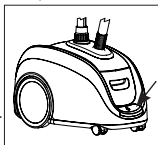

Figura 11
5. Presione el interruptor de encendido y apagado (ON/OFF) de prensa a pedal y déjelo en la posición de encendido (ON). El interruptor se iluminará (Figura 11).